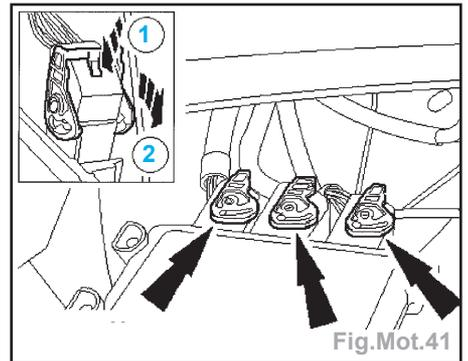

Fig.Mot.41
- Déposer le calculateur (Fig.Mot.41) :
- enfoncer les languettes de fixation du connecteur de calculateur (1),
- retirer les connecteurs (2).